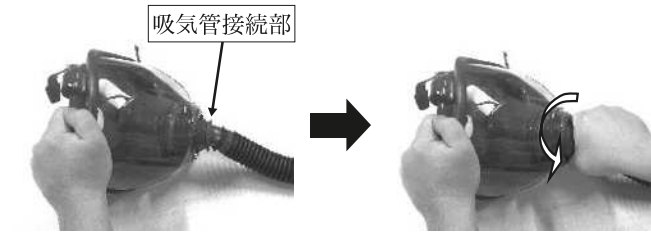

図3 接続部のねじの緩み確認
- 面体を固定し、吸気管接続部を手でつかんでねじを緩めるよう反時計方向に回して、ねじが緩まないことを確認してください。(図3参照)